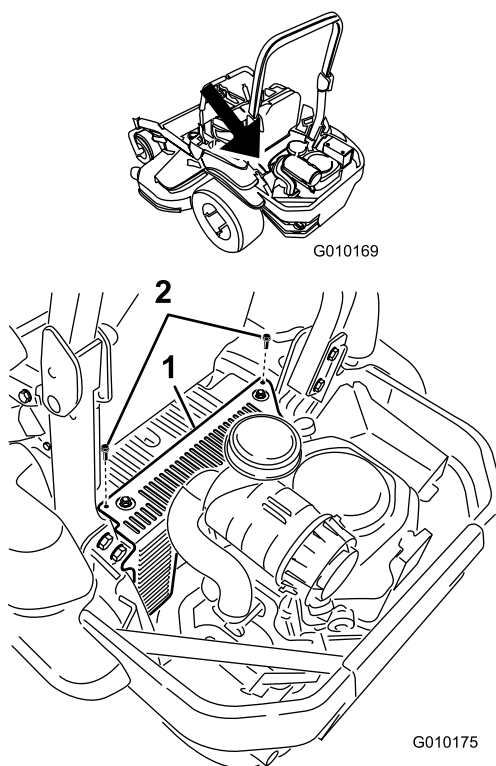

Bild 52
3. Entfernen Sie die zwei Schrauben, mit denen die Haube der Hydraulikanlage befestigt ist, und nehmen sie ab Bild 52. Jetzt ist die vordere Zündkerze zugänglich.
5. Setzen Sie die Haube der linken Hydraulikanlage auf (Bild 52).